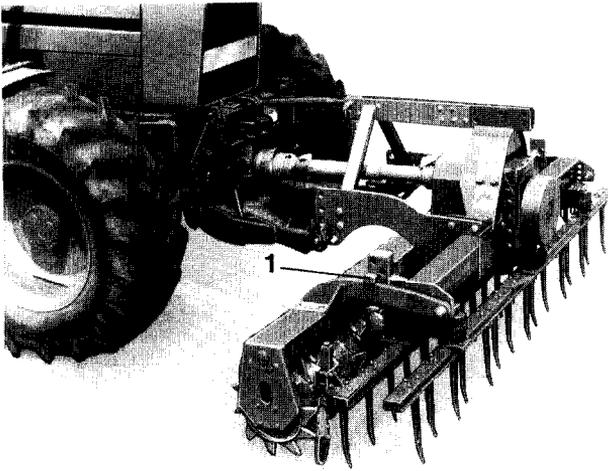

Fig. 66
Die Saatbettaufbereitung durch die Rüttelegge hinter dem Schlepper kann auf extrem grobscholligen Böden nicht ausreichend sein. Sollen die Saatbettbereitung und die Aussaat in Kombination mit einer Sämaschine in einem Arbeitsgang erfolgen, ist zusätzlich eine Rüttelegge mit Packerwalze oder Stützwalze im Frontanbau des Schleppers anzubauen (Fig. 66). Der extrem grobschollige Boden wird in einem Arbeitsgang zweimal zerkleinert und erhält den idealen Zustand für die Aussaat.
- Der Anbau der Packerwalze und die Einstellung der Arbeitstiefe mit dem Tiefenregulierungsbolzen (Fig. 66/1) sowie die Handhabung der Gelenkwelle ist wie unter Punkt 3 beschrieben durchzuführen.